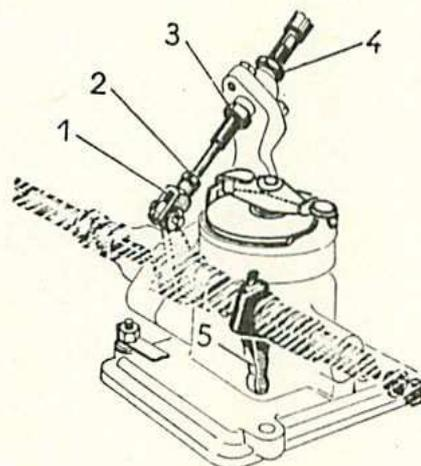

Fig. 26. — Commande de passage des vitesses (sur boîte).
Si la 3e ou la M. AR. lâche en tirage, il peut y avoir un mauvais réglage du doigt (5) (fig. 26).